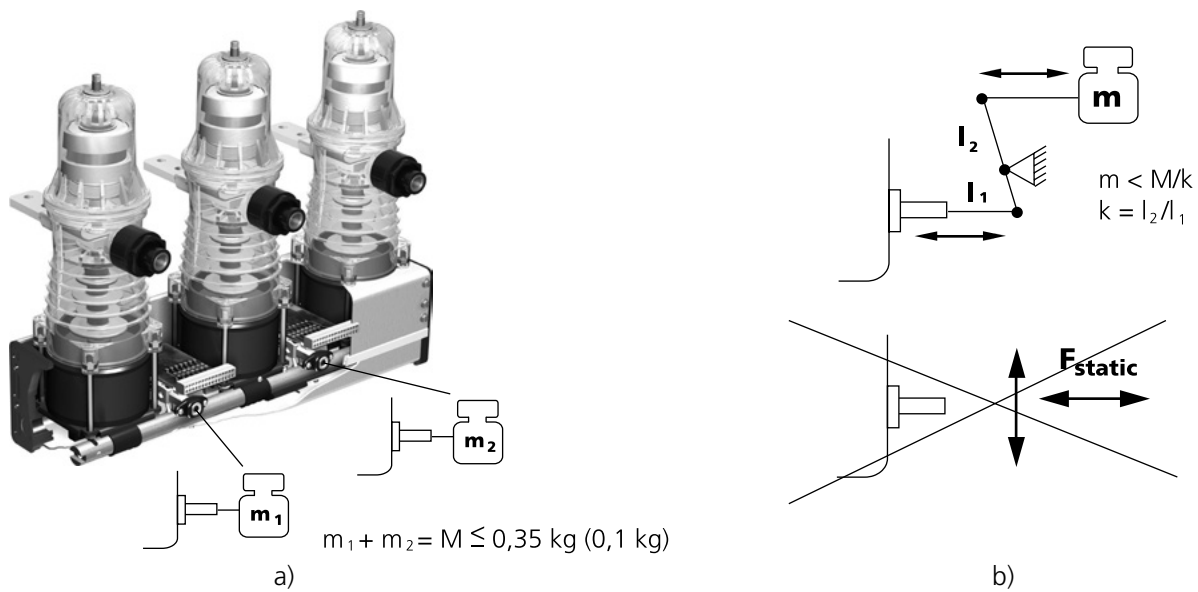

Figure 55
- Si le mécanisme de verrouillage est fixé à l'une des broches de verrouillage, le poids de la partie mobile directement fixée aux broches de verrouillage ne doit pas dépasser 0,35 kg. Si les deux broches de verrouillage sont utilisées, la somme des poids fixés ne doit pas dépasser 0,35 kg (Figure 55).
- Une force de 250 N peut être appliquée aux broches de verrouillage pour le déclenchement d'urgence manuel. Mais aucune force statique ne doit être appliquée (Figure 55).